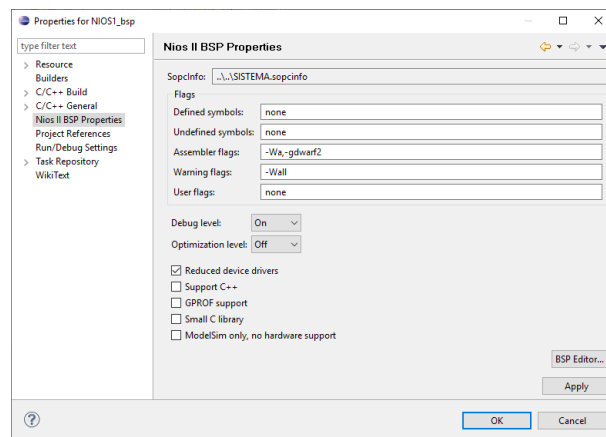

Ilustración 26: Selección para librerías reducidas de la carpeta NIOS1_bsp.
33. Inmediatamente se abrirá la ventana de propiedades, diríjase a la categoría **Nios II BSP Properties**, y deshabilite la casilla **Support C++** y habilite la casilla **Reduce device drives**. Tal como se muestra en la ilustración 26. Luego dar clic en OK.